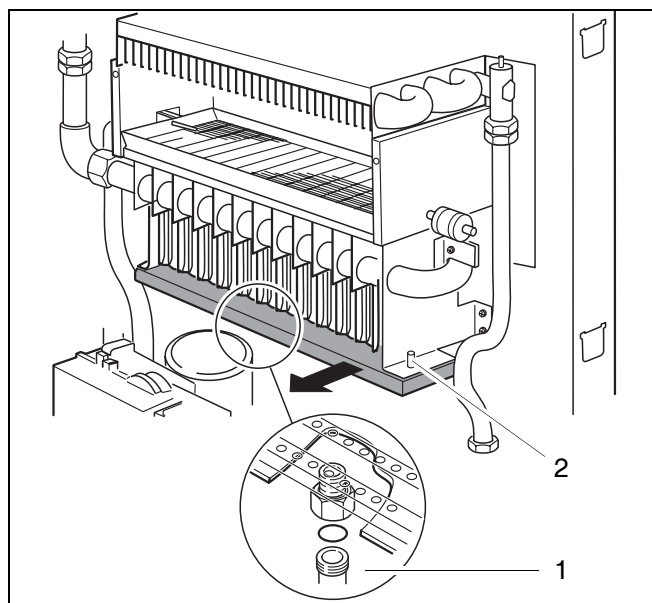

fig. 39 Démontez la plaque injecteurs
- Desserrer l'écrou de raccord de la plaque des injecteurs (fig. 39, pos. 1).
- Dévisser les vis à gauche et à droite (fig. 39, pos. 2) et enlever la plaque injecteurs.